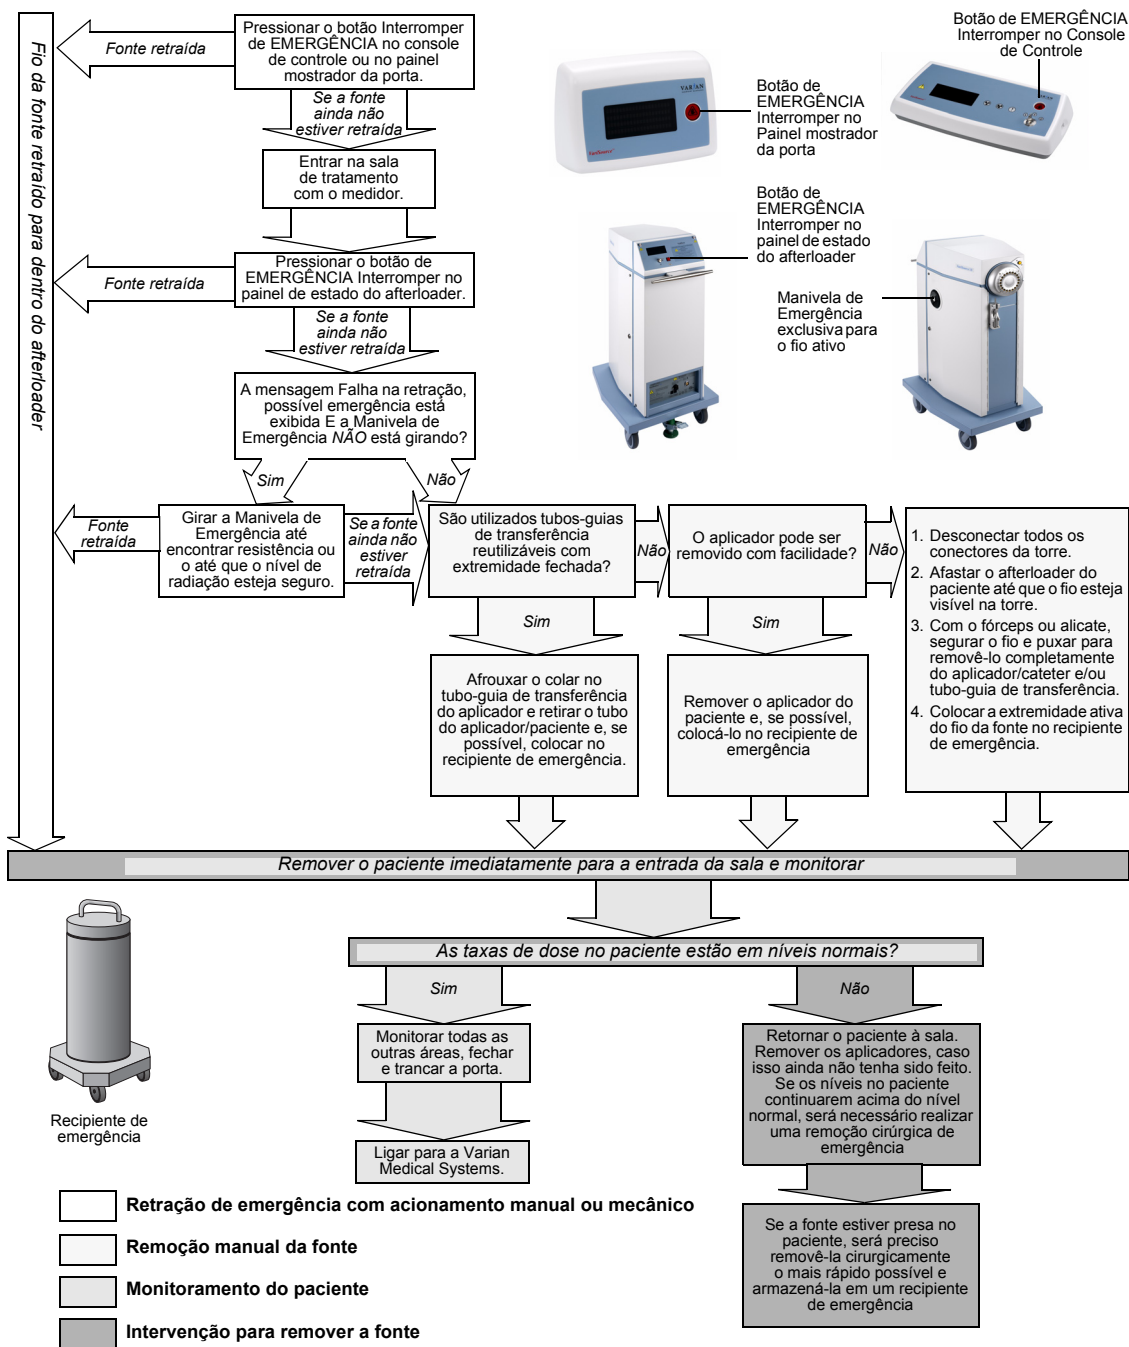

Figura D-1 Procedimentos de reação a emergências
As seções a seguir descrevem a Figura D-1, "Procedimentos de reação a emergências", começando com o primeiro procedimento de emergência indicado no fluxograma.
2. Girar a manivela no sentido da seta, dando pelo menos 8 voltas ou até que o monitor independente de radiação pare de detectar radiação. Se o monitor da sala ou o medidor portátil ainda detectar radiação após pelo menos 8 voltas da manivela, seguir os procedimentos descritos na seção "Fazer a remoção manual da fonte" abaixo. Esses procedimentos também estão descritos na Figura D-1.